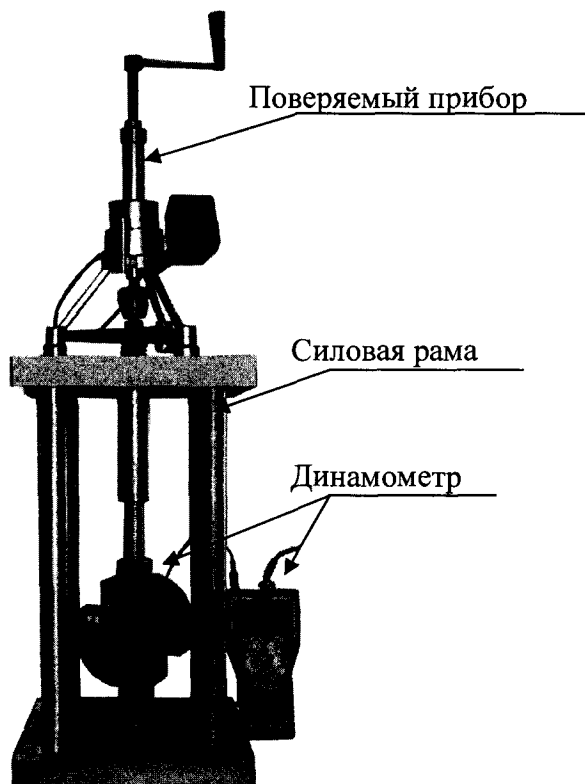

Рисунок 3 – Установка прибора при поверке
4.5.4.1 Динамометр устанавливают между нижней и верхней плитой силовой рамы, поверяемый прибор устанавливают опорами на верхнюю плиту силовой рамы. Схема установки прибора при поверке на рис. 3. Вращая регулировочную гайку по часовой стрелке, выбирают зазоры в винтовых соединениях, включают питание и производят автоподстройку прибора согласно руководству по эксплуатации.